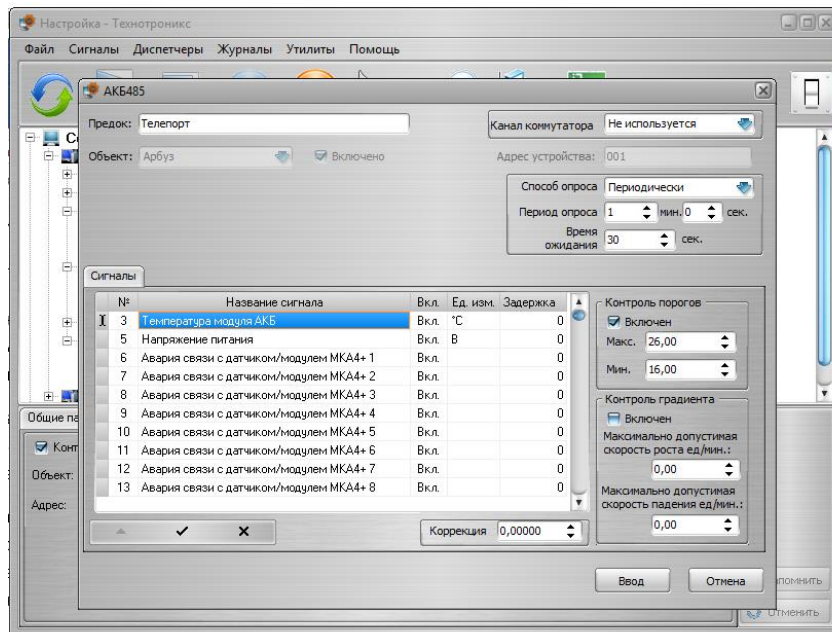

Рис. 17 Ввод параметров контроля АКБ12/485
- Встать на созданный «АКБ485», дважды нажать левую кнопку мыши. Откроется окно (см. рис. 17), установить период опроса (менее 5 сек не устанавливается) и время ожидания, имеется в виду ответа, несколько сек достаточно. Пройтись по всем сигналам, можно исправить название любого. Отключить ненужные. Установить галочки на тех сигналах, где будете использовать пороговый контроль. Установить величины порогов. При необходимости можно подрегулировать показания с помощью «Коррекции». Нажать кнопку "Запомнить". Нажать кнопку "Оповестить" (мигающий значок в виде рупора). В дальнейшем можно выполнять этот пункт сколько угодно раз, по мере потребности.